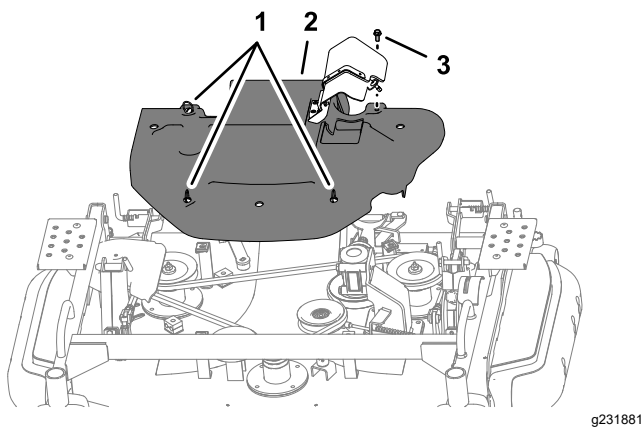

Figura 116
1. Rode os 3 fixadores de quarto de volta no sentido contrário aos dos ponteiros do relógio (Figura 116).
2. Desaperte o parafuso (Figura 116).
1. Alinhe os fixadores de quarto de volta da cobertura da correia com as porcas de clipe da plataforma do cortador; consulte Figura 116 em Remoção da cobertura da correia \(página 77\).
3. Instale o parafuso da cobertura da correia na porca de clipe da plataforma do cortador; consulte Figura 116 em Remoção da cobertura da correia \(página 77\).